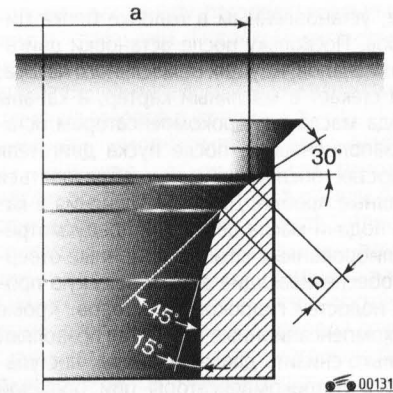

Рис. 4.26. Профиль седла впускного клапана: a = 37,20 мм (двигатели 1,6 л); a = 39,20 мм (двигатели 1,8 л); b = 2,0 мм
21. Осмотрите седла клапанов. При обнаружении следов износа или пригорания седла необходимо отшлифовать. Профили седла клапанов приведены на рис. 4.26 и 4.27. После шлифования необходимо вставить клапан, прижать его и проверить расстояние А (рис. 4.28) от торца стержня клапана до верхней поверхности головки блока цилиндров. Предельно допустимый минимальный размер для впускных клапанов 33,8 мм, для выпускных – 34,1 мм. Если размер меньше, то головку блока цилиндров необходимо заменить. После любой обработки седел клапанов необходимо выполнить их притирку с клапанами (см. «Притирка клапанов», с. 63).